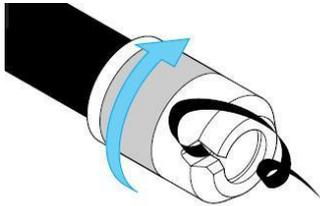

Figura 1
1. Smussare il tubo con lo smussatore Hawle n. 6000 o con prodotto equivalente (v. Figura 1)